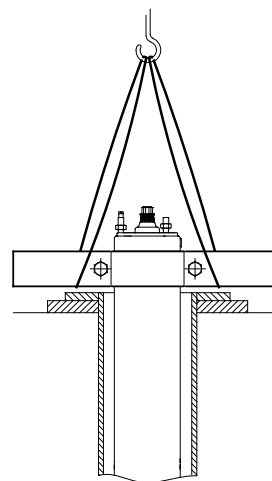

Fig. 20 Motor în poziție verticală
2. Plasați motorul în poziție verticală la etanșarea puțului. Vezi fig. 20.